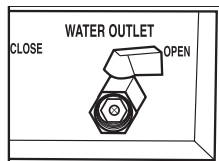

Fig. 2
3. Bien rincer la cuve, puis la vider en ouvrant la valve de vidange ("WATER OUTLET"), accessible lorsque le panneau de porte à l'avant de l'appareil est ouvert (Fig. 2). Remarque : il est possible de connecter un tuyau (non fourni) à la valve de vidange, en utilisant un raccord NPT 1/2 x 2. Ouvrir (position "OPEN") la valve et vider l'eau dans un seau ou autre récipient similaire.